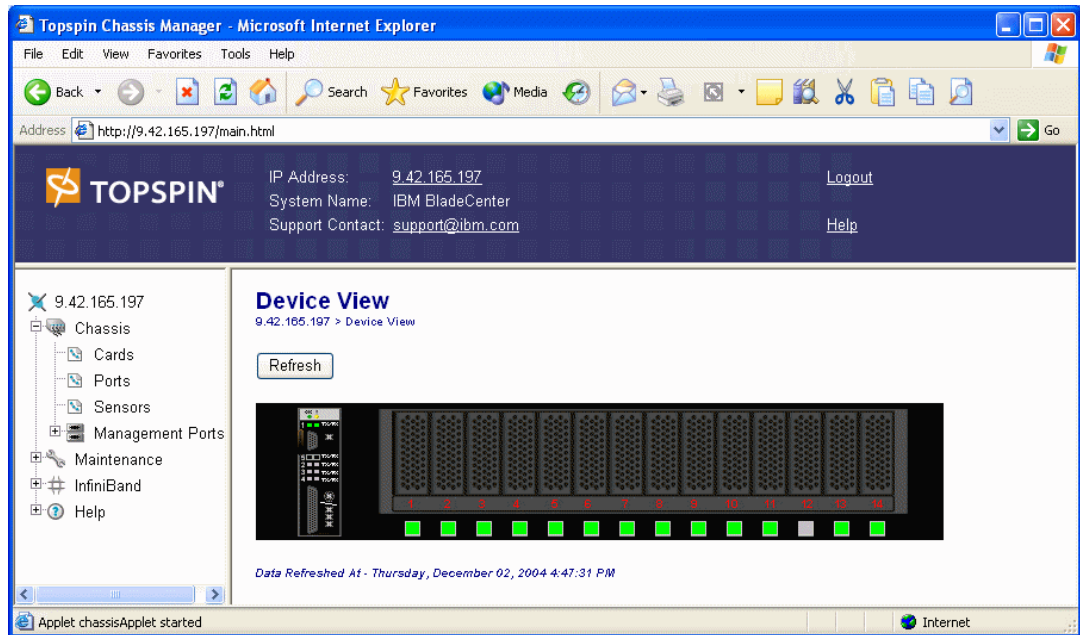
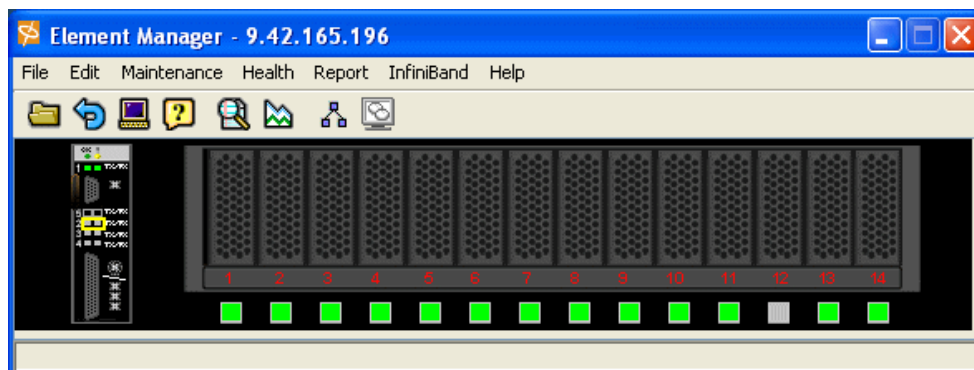

図 6-46 Topspin InfiniBand Switch Module ビュー
図 6-47 Element Manager スイッチ・モジュールとビュー
Topspin Chassis Manager (CM) は、サーバー・スイッチで直接実行され、各種管理タスクを素早くかつ容易に実行するのに役立ちます。この章では、インターフェースの各種コンポーネントについて説明しています。Chassis Manager (図 6-46) は、すべての Topspin サーバー・スイッチで実行されます。
図 6-46 では、Chassis Manager の Topspin InfiniBand Switch Module の「Device View」と左側のパネルが、Element Manager のメニュー・バーと Topspin InfiniBand Switch Module ビュー (図 6-47) とほぼ同じであることに注目してください。Element Manager は、Topspin 装置用の管理ソフトウェアとしてお勧めしますが、Chassis Manager を使用して Topspin InfiniBand Switch Module の必要な構成アクティビティーを実現することもできます。